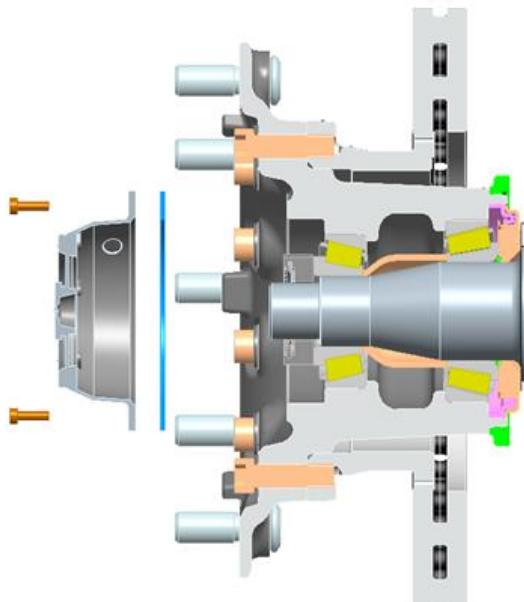

图 7
- (1) 装调整螺母，调整轮毂轴承预紧力，检查 ABS 传感器信号
- (2) 安装轮毂盖、纸垫、用螺钉及垫片紧固轮毂盖。图 7 螺钉拧紧力矩 16—24N·m